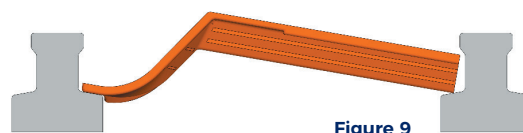

Figure 9
- Mettre en place l'EMX Bois (Figure 9)